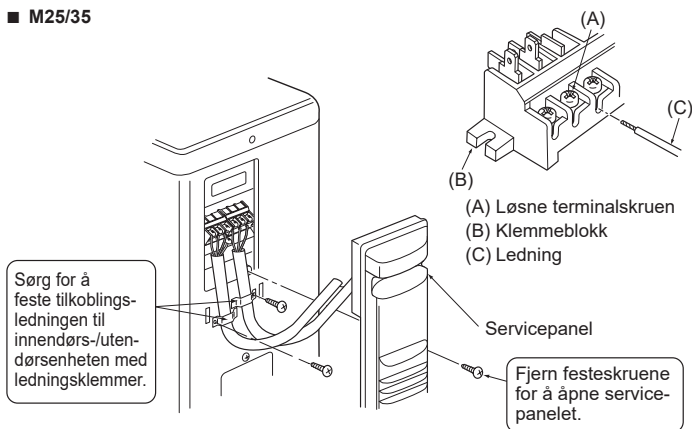
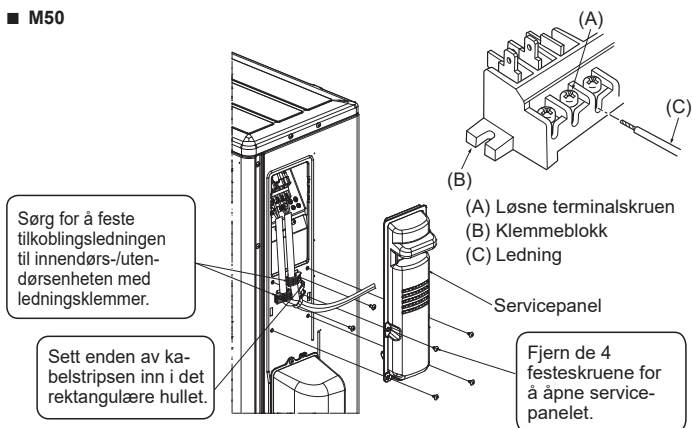
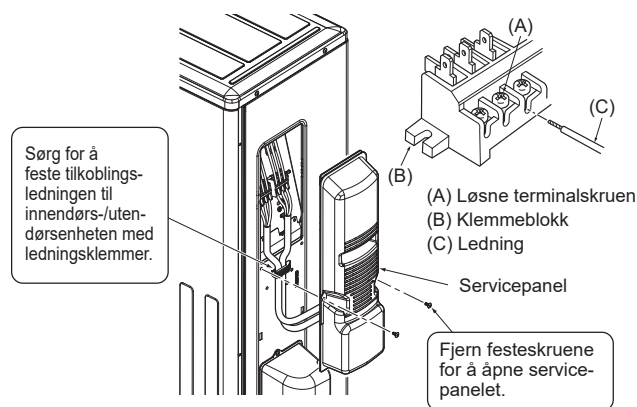

Fig. 6-3
Fig. 6-4
Fig. 6-5
6.1. Utendørsenhet (Fig. 6-1, Fig. 6-2, Fig. 6-3, Fig. 6-4, Fig. 6-5)
(1) Fjern servicepanelet.
(2) Kople til kablene med henvisning til Fig. 6-1, Fig. 6-2, Fig. 6-3, Fig. 6-4 og Fig. 6-5.